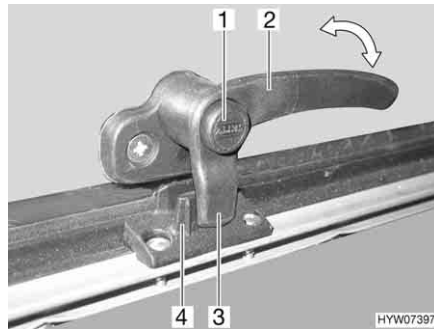
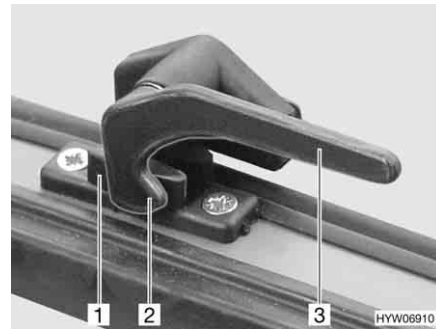

Bild 102 Verriegelungshebel mit Sicherungsknopf in Stellung "geschlossen"
Bild 103 Verriegelungshebel in Stellung "geschlossen"
- Wenn vorhanden, Sicherungsknopf (Bild 102,1) drücken und gedrückt halten.
- Alle Verriegelungshebel (Bild 102,2 oder Bild 103,3) eine viertel Umdrehung zur Haubenmitte hin drehen.
- Alle Verriegelungshebel (Bild 102,2 oder Bild 103,3) eine viertel Umdrehung zum Rahmen hin drehen. Die Verriegelungsnase (Bild 102,3 oder Bild 103,2) liegt auf der Innenseite der Haubenverriegelung (Bild 102,4 oder Bild 103,1).
- in Stellung "fest verschlossen" (Bild 102 und Bild 103)